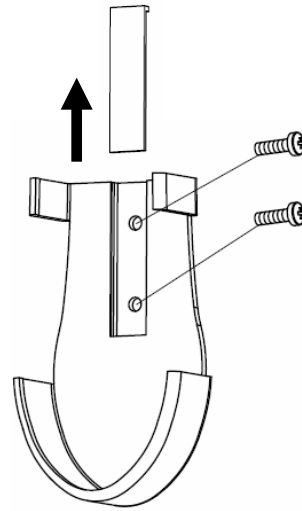

Fig. 11a
리모컨 홀더 설치 (Fig. 11a,b)
3. 고정 후 나사 커버를 다시 닫습니다. Fig.11a